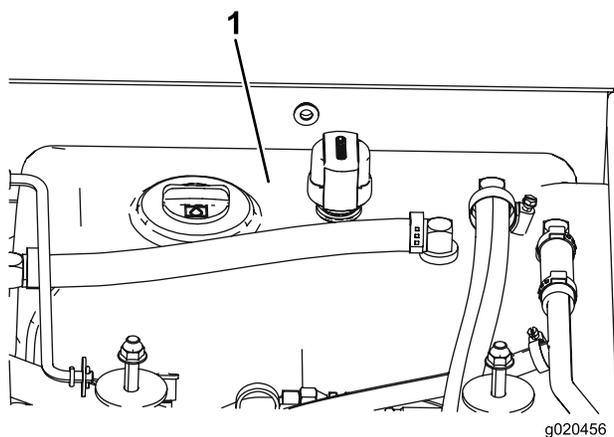

Figura 68
3. Riempite il serbatoio (Figura 68) di fluido idraulico; fate riferimento a Controllo del fluido idraulico.